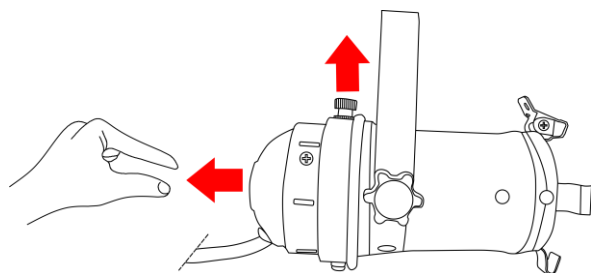
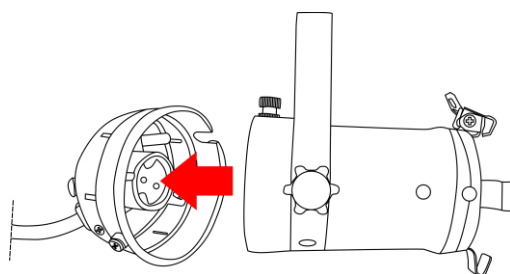

Fig. 03
Fig. 04
- 02) Tirare la leva a molla nella direzione della freccia, quindi togliere la copertura posteriore della lampada (Fig.03 e Fig.04).